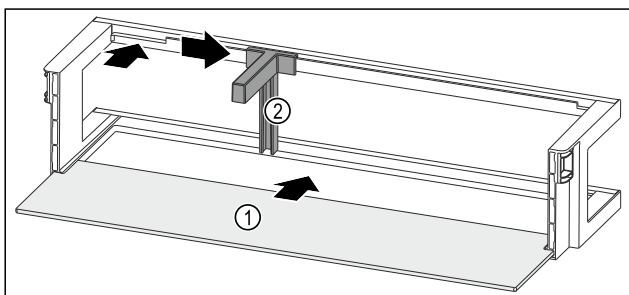

Fig. 136 Дверная полка со съёмной полкой
- ▶ Вдвиньте съёмную полку Fig. 136 (1) в боковые пазы.
- ▶ Установите держатель для бутылок Fig. 136 (2) в выемку.
- ▶ Сместите держатель для бутылок Fig. 136 (2) в нужное положение в сторону.